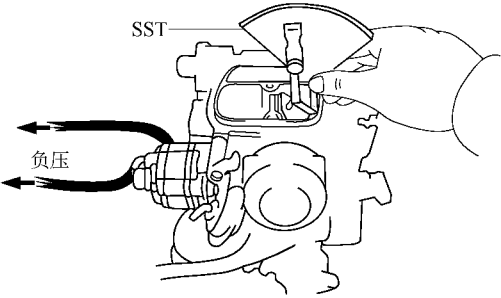

图 2-34 向 CB 的膜片 A 和 B 施加负压
3) 向 CB 的膜片 A 和 B 施加负压，检查阻风门的角度的，如图 2-34 所示。